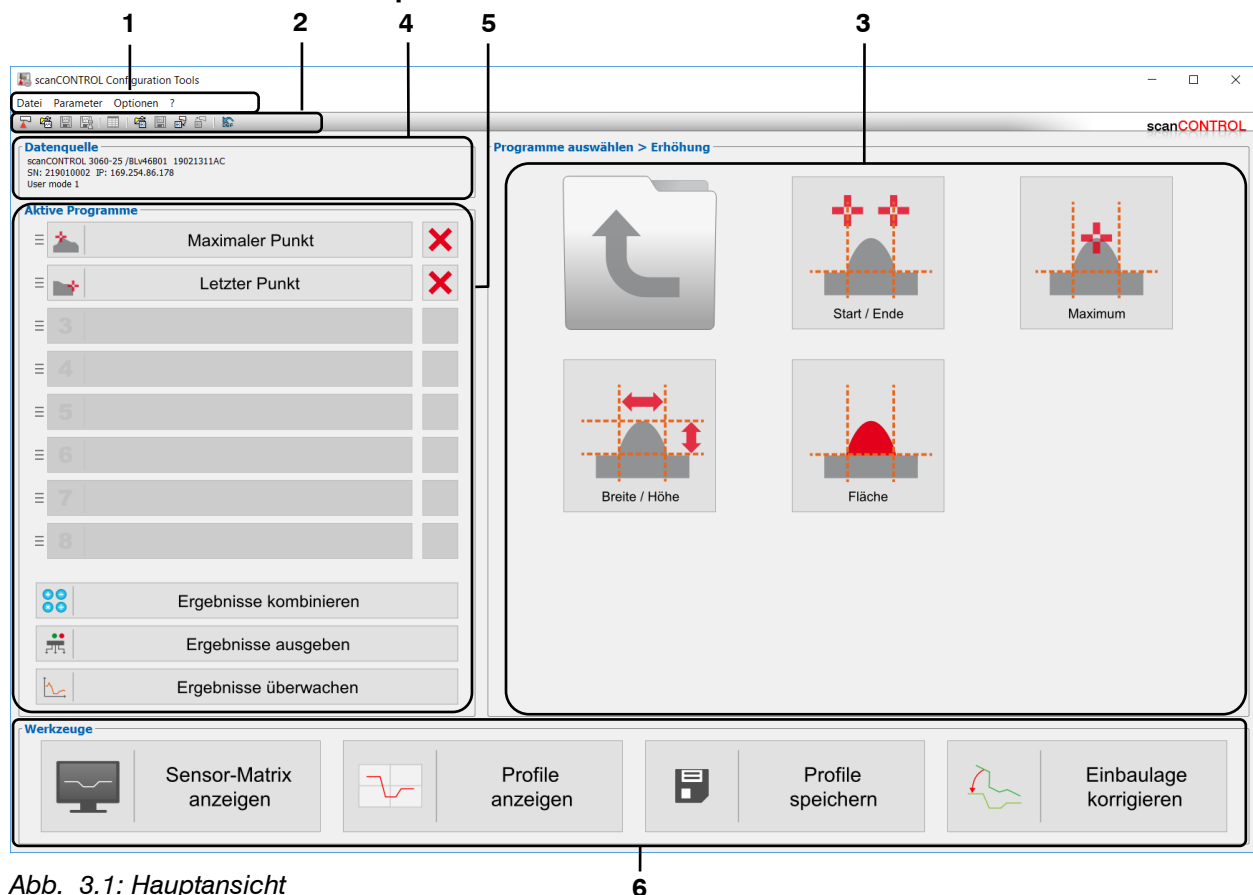

Abb. 3.1: Hauptansicht
Hinweis: Der Bereich „Datenquelle“ (siehe Abb. 3.1, Bereich 4) wird nur dargestellt, wenn für den Parameter „Mit Sensor verbinden“ (siehe Kap. 3.20) die Option „Erweitert“ gewählt ist.
- Wählen Sie im Eingabefeld „Programme auswählen“ (siehe Abb. 3.1) die Messprogramme, die Sie für Ihre Messaufgabe verwenden wollen. Sie können bis zu 16 Messprogramme wählen. Die gewählten Messprogramme erscheinen im Eingabefeld „Aktive Programme“.
- Parametrieren Sie die einzelnen Messprogramme. Drücken Sie dazu den Button des jeweiligen Messprogramms im Eingabefeld „Aktive Programme“ (siehe Abb. 3.1) oder benutzen Sie das Navigationsmenü (siehe Kap. 3.19). Sie gelangen in die Ansicht des gewählten Messpakets (siehe Kap. 4).
- Verrechnen Sie ggf. die Ergebnisse der Messpakete. Drücken Sie dazu den Button „Ergebnisse kombinieren“ im Eingabefeld „Aktive Programme“ (siehe Abb. 3.1) oder benutzen Sie das Navigationsmenü (siehe Kap. 3.19). Sie gelangen in die Ansicht „Ergebnisse kombinieren“ (siehe Kap. 5).
- Konfigurieren Sie die Messwertfilter und die Ausgabeports von scanCONTROL. Drücken Sie dazu den Button „Ergebnisse ausgeben“ im Eingabefeld „Aktive Programme“ (siehe Abb. 3.1) oder benutzen Sie das Navigationsmenü (siehe Kap. 3.19). Sie gelangen in die Ansicht „Ergebnisse ausgeben“ (siehe Kap. 6).